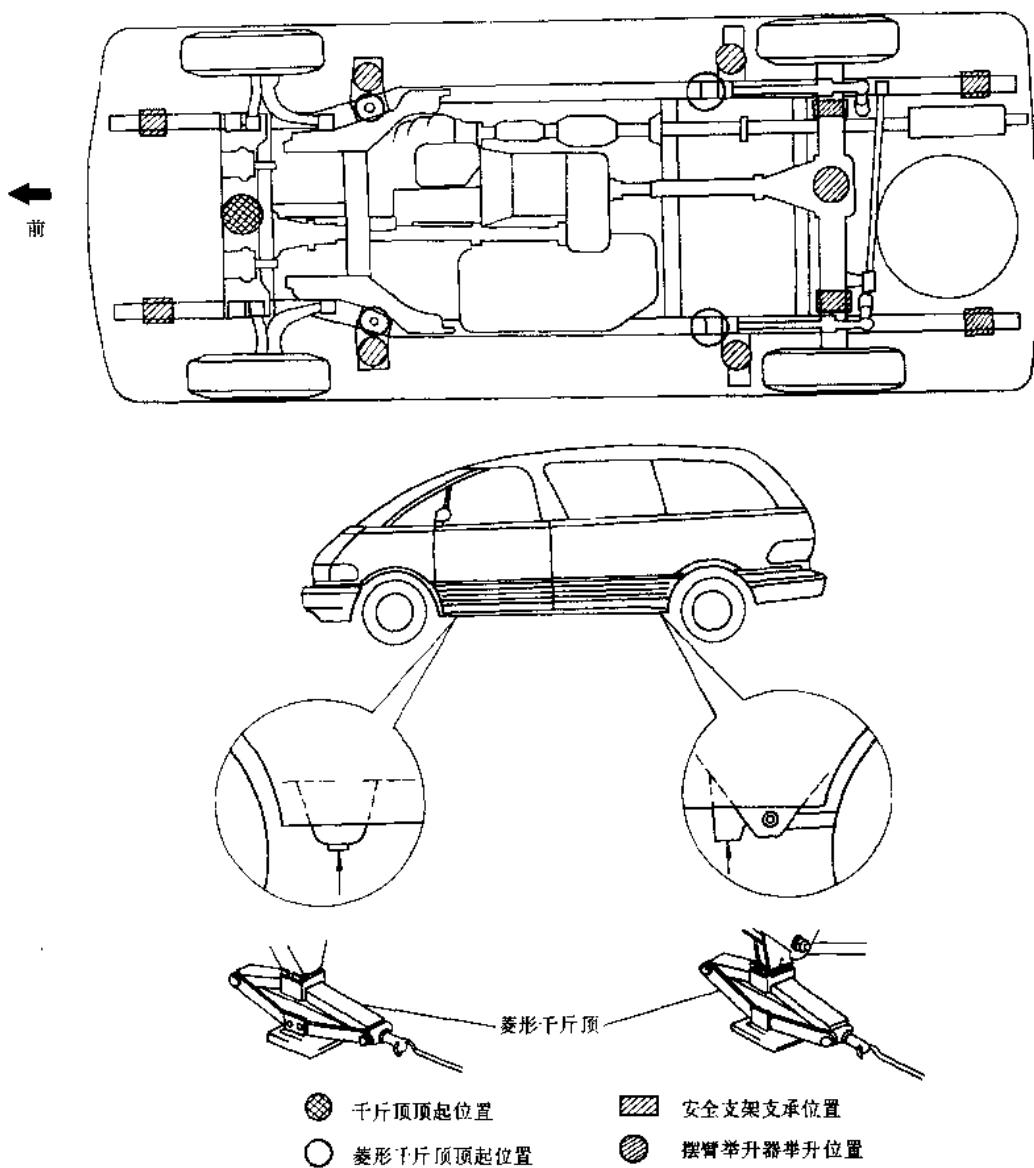

图 1-2 丰田大霸王面包车的支起位置
11. 当用千斤顶顶起或支起汽车时，应确保有正确的顶(支)起位置(见图 1-2 和图 1-3)。